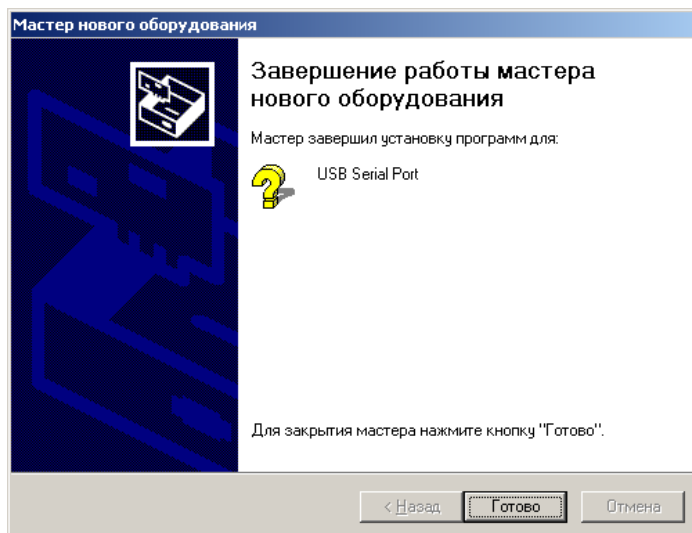

Рис.21. Завершение установки USB Serial Port.
14) После копирования файлов драйвера система сообщит об успешной установке устройства (рис.21).